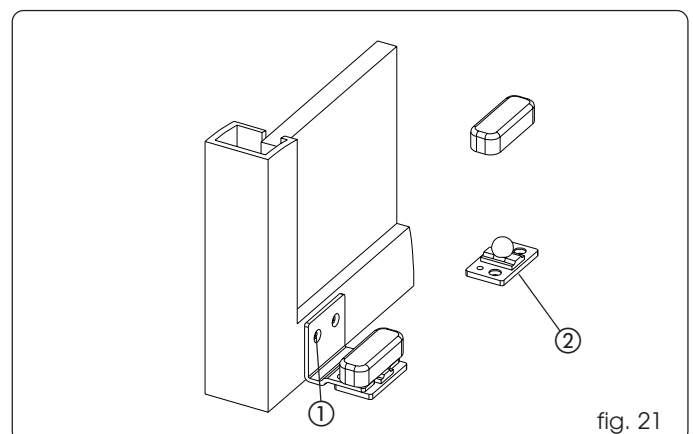

fig. 21
- Bevestig de glij schoenen zoals aangegeven wordt op fig. 21 ref. ①, met behulp van geschikte schroeven.
- Zet de glij schoen rechtstreeks vast aan de vloer, zoals op fig. 21 ref. ②, met geschikte pluggen en schroeven.